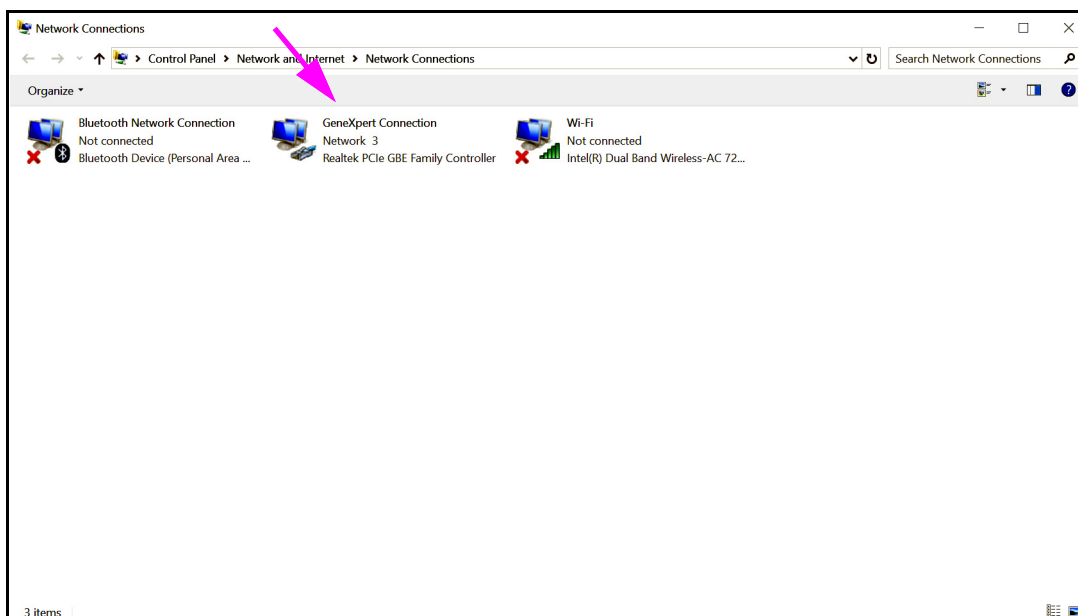

Figura 2-46. Schermata Network Connections (Connessioni di rete)
5. Fare clic su **Change adapter settings (Modifica impostazioni scheda)**. Viene visualizzata la schermata Network Connections (Connessioni di rete). Vedere la Figura 2-46.